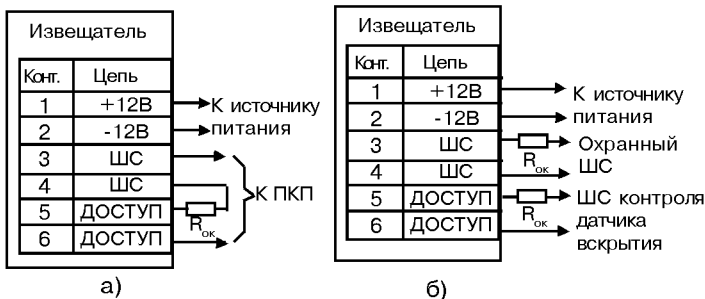

Рис.3
1. Выполните соединения согласно рис.3а (для подключения в один ШС) и рис. 3б (с контролем датчика вскрытия отдельным ШС);